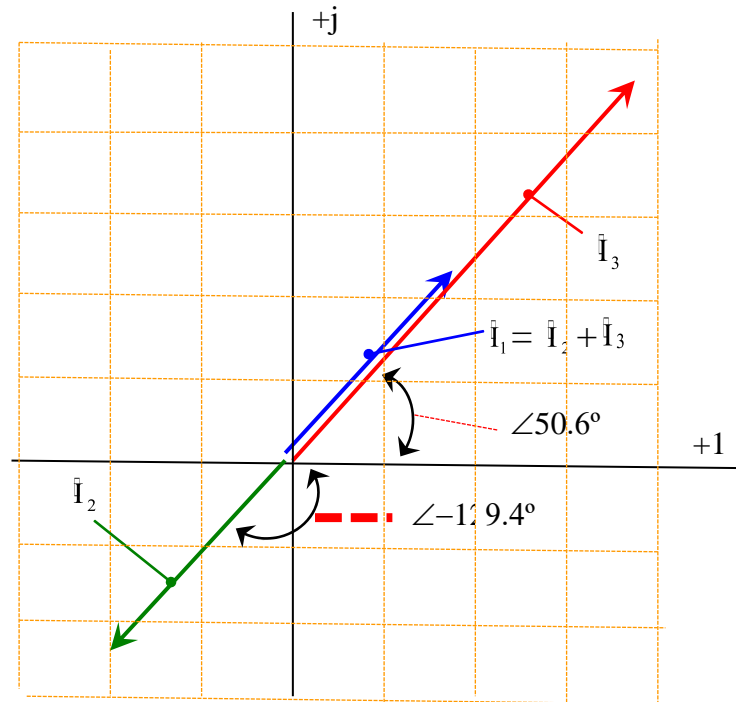

Рис. 2.3
- На диаграмме (рис. 2.3) должен выполняться первый закон Кирхгофа в векторной форме:  $I_1 = I_2 + I_3$